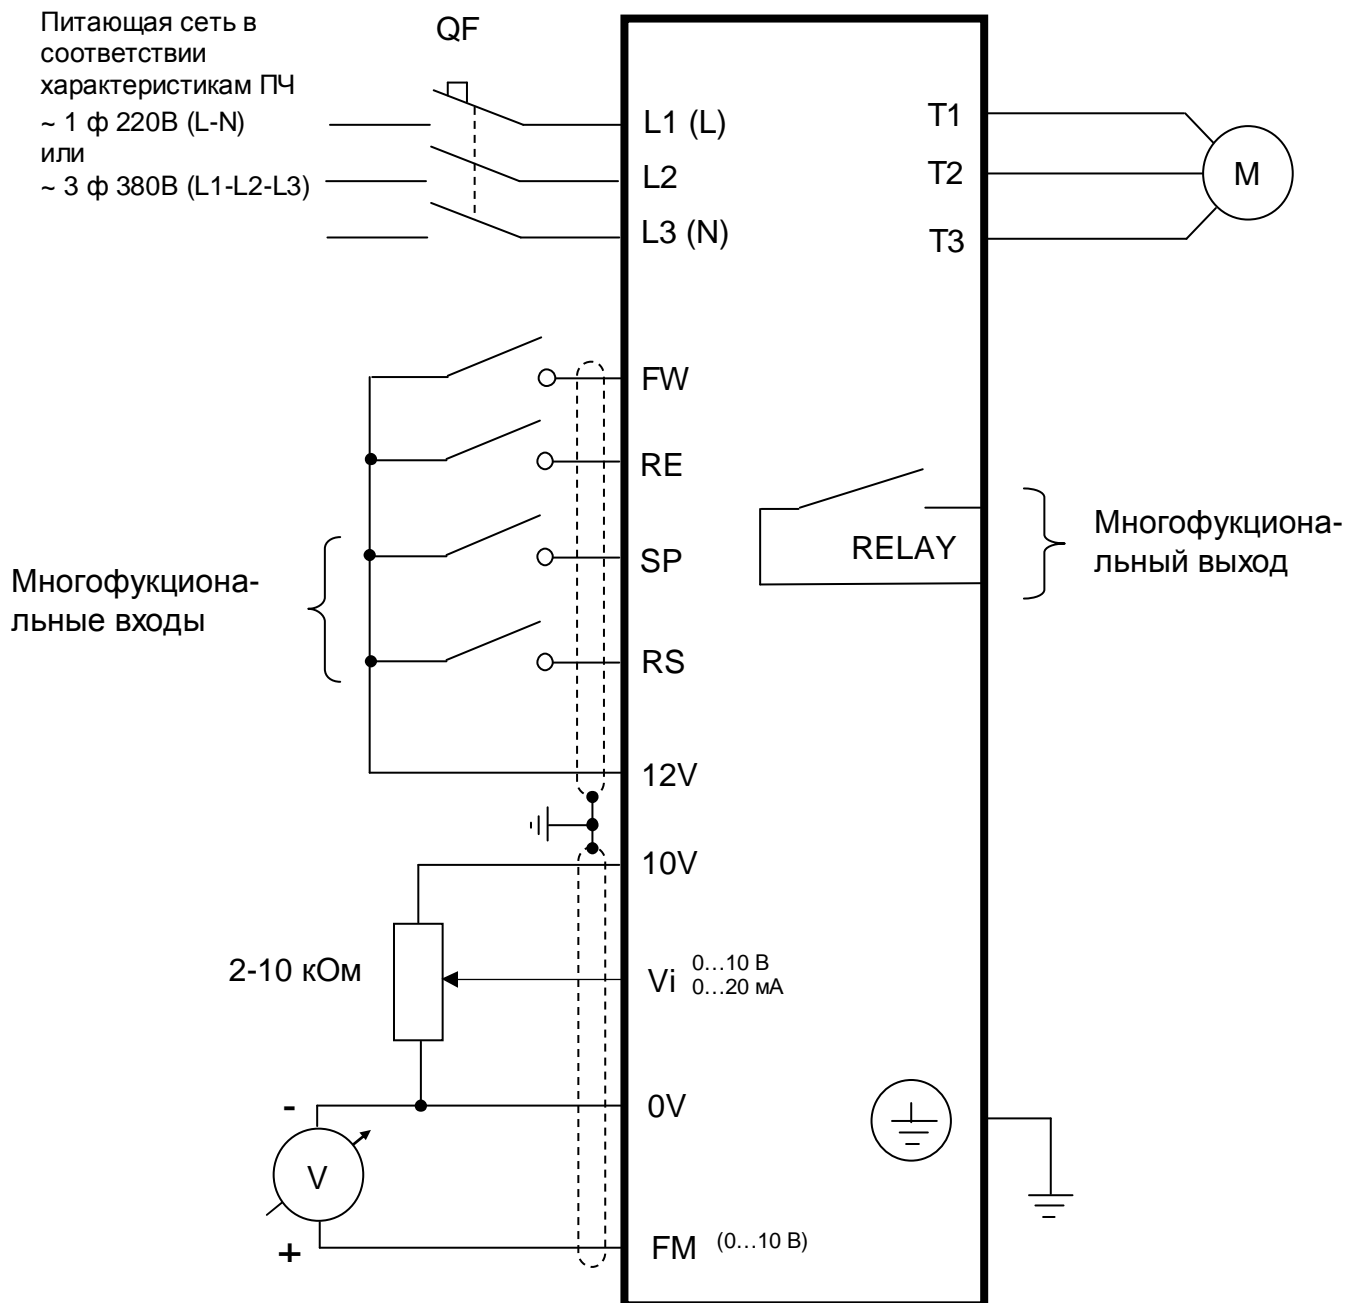

Рис. 4.5. Схема подключения цепей управления.
4.8.1. Подключить электродвигатель к выходным клеммам T1, T2, T3 (рис.4.5).
4.9.2. Подключить потенциометр к входным клеммам управления, как показано на рис. 4.5.